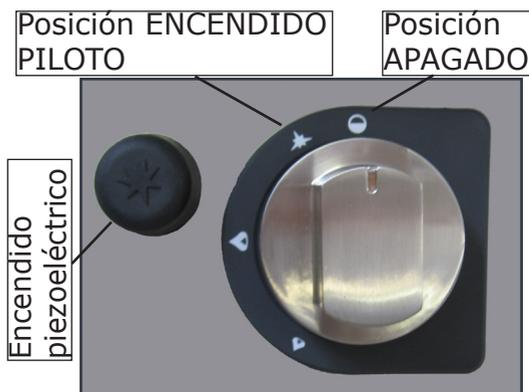

Fig.12
- girar el pomo y mantenerlo presionado en la posición de encendido del quemador piloto ★ (Fig.12) y simultáneamente presionar repetidamente el pulsador